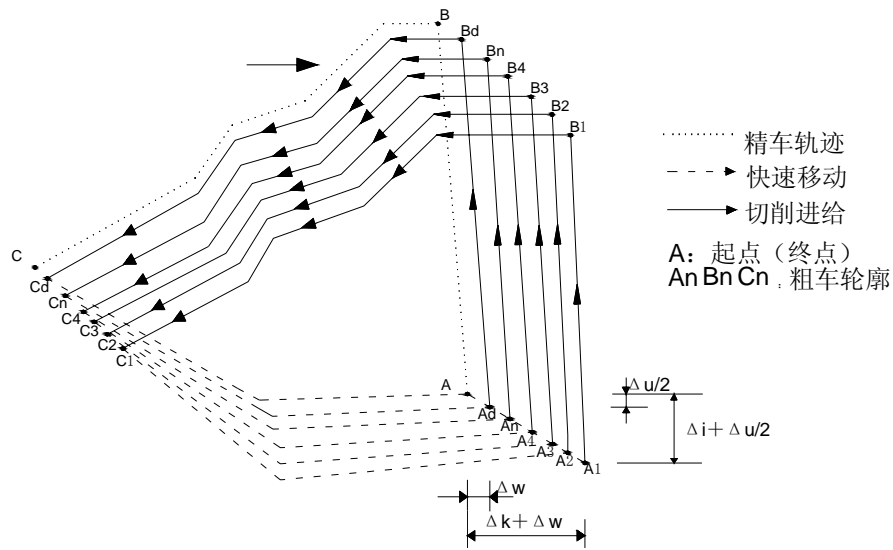

图 2.3-1 G73 代码运行轨迹
- (1) 给定退刀量、切削次数和切削速度、主轴转速、刀具功能的程序段;
- (2) 给定定义精车轨迹的程序段区间、精车余量的程序段;
- (3) 定义精车轨迹的若干连续的程序段, 执行G73 时, 这些程序段仅用于计算粗车的轨迹, 实际并未被执行。系统根据精车余量、退刀量、切削次数等数据自动计算粗车偏移量、粗车的单次进刀量和粗车轨迹, 每次切削的轨迹都是精车轨迹的偏移, 切削轨迹逐步靠近精车轨迹, 最后一次切削轨迹为按精车余量偏移的精车轨迹。G73 的起点和终点相同, 本代码适用于成型毛坯的粗车。G73 代码为非模态代码, 代码轨迹如图2.3-1。
代码执行过程：如图 2.3-1。